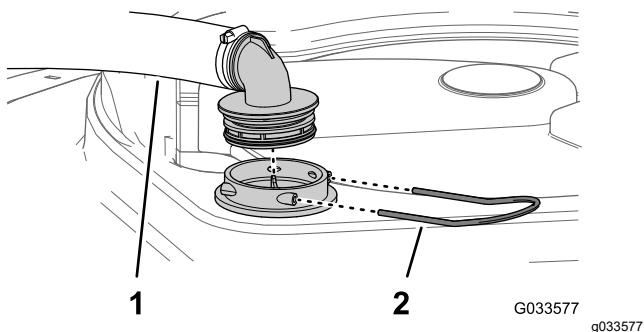

Рисунок 54
2. В верхней части бака опрыскивателя снимите держатель, который крепит шланговый штуцер, подсоединенний к большому шлангу, идущему от корпуса фильтра (Рисунок 54).
3. Отсоедините шланг и шланговый штуцер от корпуса фильтра (Рисунок 54).